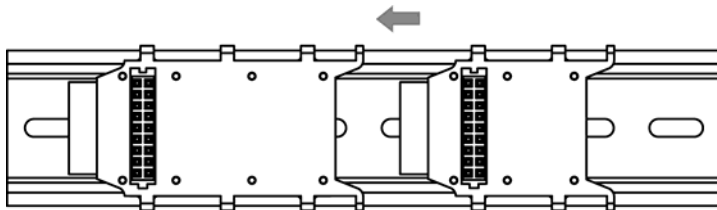

Рисунок 5.1
- шинный соединитель модуля установить замковым соединением с помощью крючков на DIN-рейке (см. рисунок 5.1);